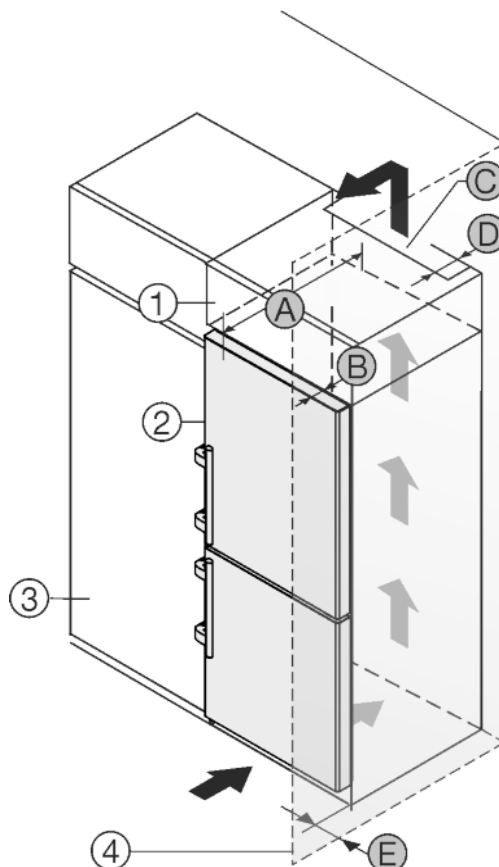

Fig. 13
L'apparecchio può essere incassato in mobili da cucina. Per adattare l'apparecchio Fig. 13 (2) all'altezza della cucina componibile, è possibile applicare sopra l'apparecchio un mobile da appoggio Fig. 13 (1).
L'apparecchio può essere installato direttamente accanto al mobile da cucina Fig. 13 (3). Per poter aprire completamente la porta, l'apparecchio deve sporgere almeno della profondità Fig. 13 (B) rispetto alla parte anteriore del mobile da cucina. L'apparecchio può sporgere ulteriormente a seconda della profondità dei mobili da cucina e dell'uso di distanziatori a parete.
- Sul retro del mobile da appoggio deve essere presente un vano di uscita dell'aria con profondità Fig. 13 (D) sull'intera larghezza del mobile da appoggio.
- Sotto al soffitto del locale deve essere rispettata la sezione di ventilazione Fig. 13 (C).
Se l'apparecchio è installato con le cerniere accanto ad una parete Fig. 13 (4), deve essere rispettata la distanza Fig. 13 (E) tra apparecchio e parete, che corrisponde alla sporgenza della maniglia con la porta aperta.